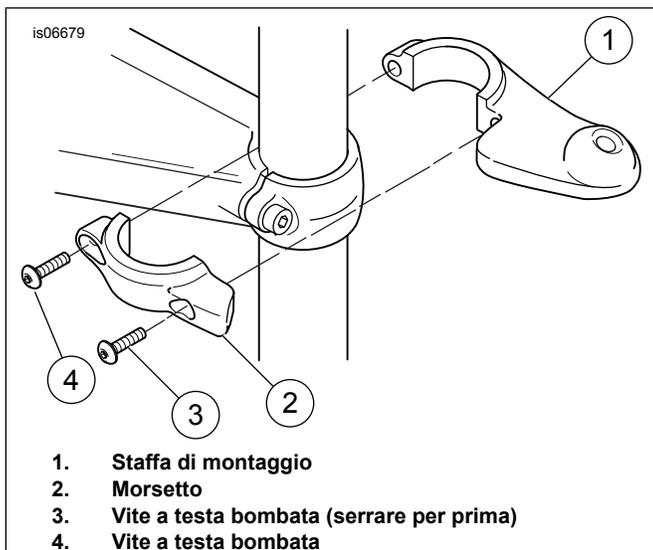
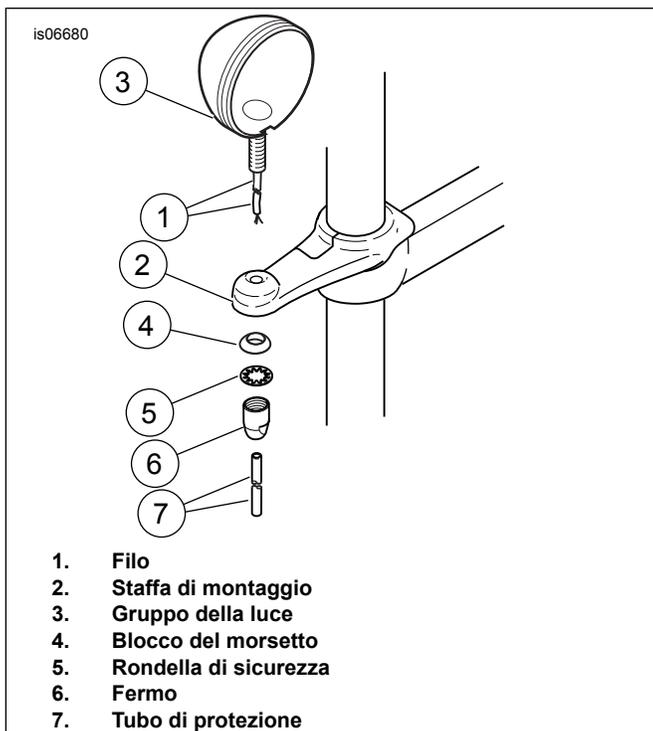

Figura 1. Installazione della staffa di montaggio sulla canna della forcella (mostrato il lato destro)
Figura 2. Installazione delle luci (mostrato il lato destro)
3. Vedere Figura 1. Le staffe di montaggio (1) ed i morsetti (2) sono specifici per lato. Selezionare la staffa e il morsetto di destra o di sinistra e installare sulla canna della forcella utilizzando due viti a testa bombata (3 e 4) dal kit.
4. Partendo dalla vite più esterna (3), serrare a una coppia di 8–9 N·m (70–80 in-lbs). Ripetere per la vite (4).
5. Vedere Figura 2. Far passare il filo della luce (1) attraverso il foro della staffa di montaggio (2), e fissare la luce (3) alla staffa utilizzando un blocco del morsetto (4), la rondella di sicurezza (5) e un fermo (6) dal kit. Serrare il fermo ad una coppia di 22-24 N·m (16-18 ft-lb).
9. Vedere Figura 2. Far scorrere il tubo di protezione (7) dal kit oltre il filo della luce.